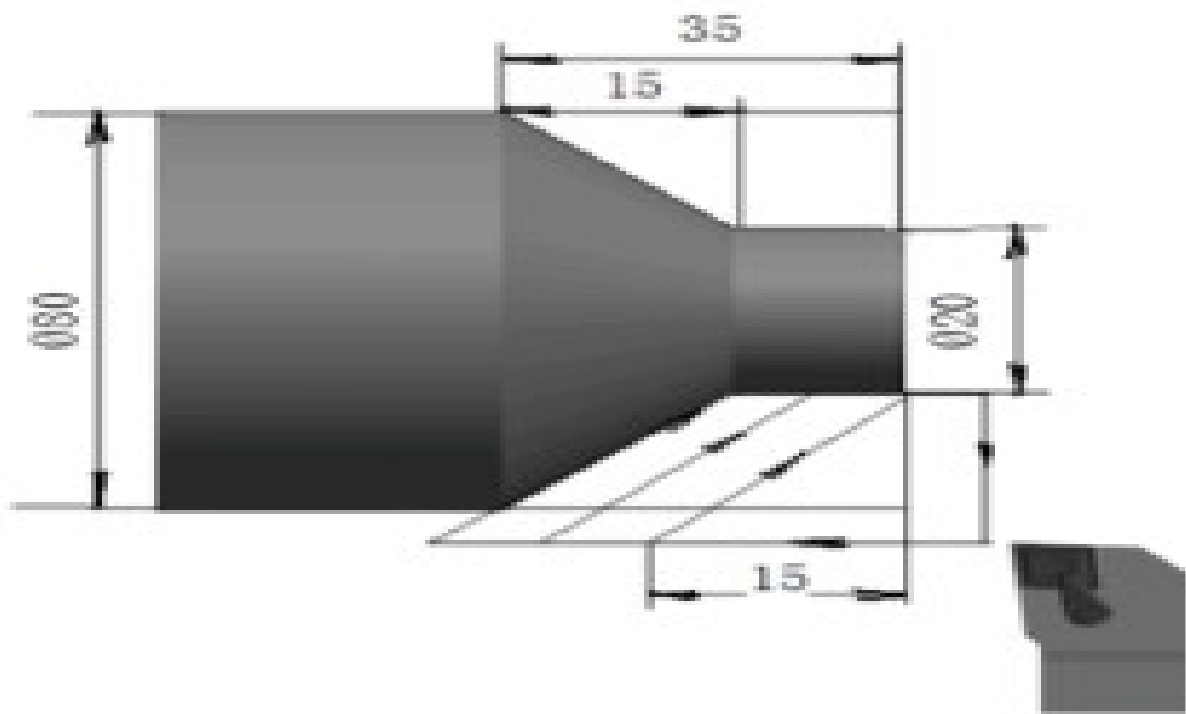

图 4-8 端面圆锥轨迹示意图
- G94 X(U) \_\_\_ Z(W) \_\_\_ R\_\_\_ F\_\_\_；（锥度端面切削） 如图4-8
- 编制程序：以图4-8为例